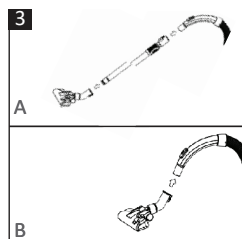

Рис. 3
- Инструменты для очистки (1, 2, 4, 5, 16 и 17) можно прикрепить к нижнему концу телескопической трубки (20) (**Рис. 3А**) или к ручке всасывающего шланга (7) (**Рис. 3В**).